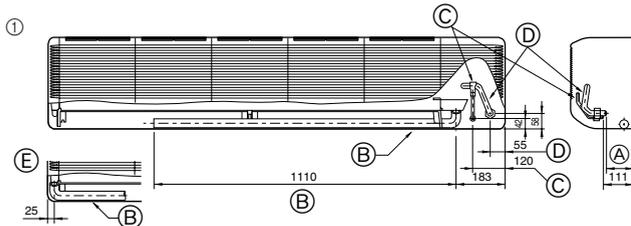

Fig. 4-2
- 1) Plaats van de koelstof- en afvoerpijpen (Fig. 4-2)